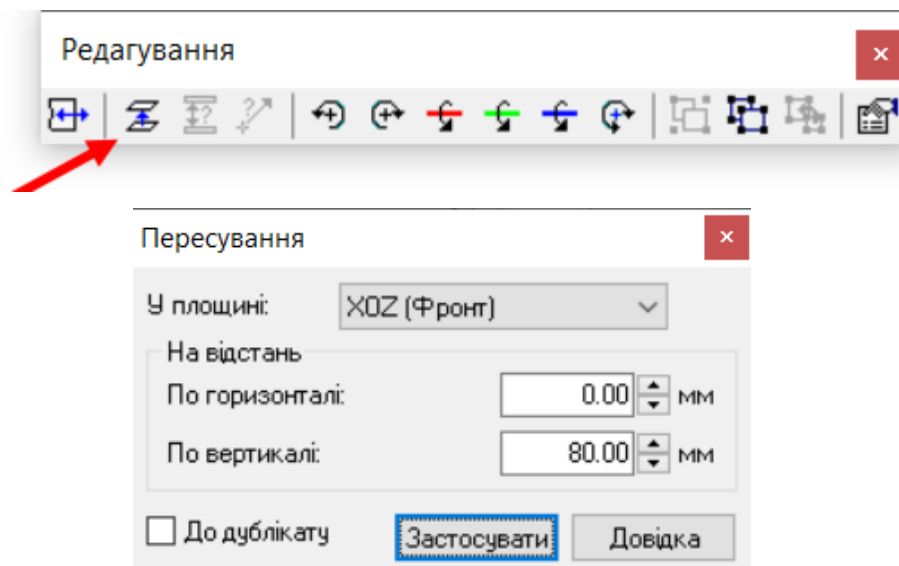

Рис. 2.10. Переміщення нижньої полиці
- перемістити полицю на 80 мм вгору. Виділити полицю та на панелі інструментів «*Редагування*» вибрати кнопку «*Пересунути*» та в діалоговому вікні «*Пересування*» задати в полі «*По вертикалі:*» 80 і натиснути кнопку «*Застосувати*» (рис. 2.10).